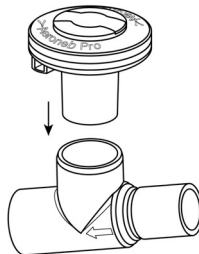
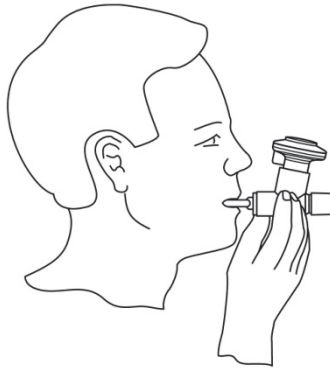

Abbildung 3: Anschluss der Verneblereinheit an das T-Stück
Abbildung 14: Anschluss an ein Mundstück
4. Die Verneblereinheit mit dem T-Stück verbinden, indem die Verneblereinheit fest auf das T-Stück gedrückt wird (Abbildung 3).
Bei der Verwendung eines Mundstücks die Verneblereinheit an das T-Stück anschließen (siehe Abbildung 3 in dieser Bedienungsanleitung) und dann das T-Stück mit dem Mundstück verbinden, indem die beiden Teile fest zusammengedrückt werden (Abbildung 14).
VORSICHT: Der Vernebler muss immer vertikal ausgerichtet sein, um eine ordnungsgemäße Vernebelung zu gewährleisten (Abbildung 14).